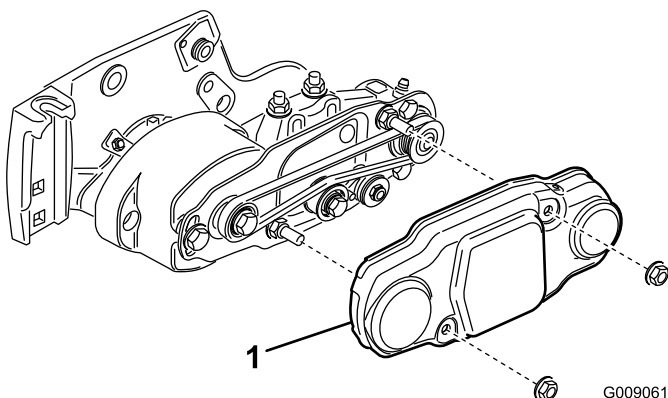

図 15
3. ローラブラシカバー取り付けナット2個を外して、カバーを外す 図 15。